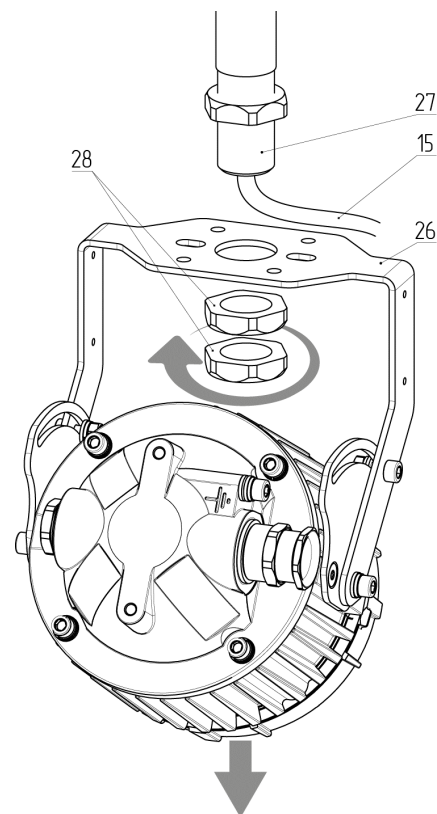

Рис. 17 – Демонтаж светильника с креплением ТМ21/22
4.1.4.5 – Для светильников с типом крепления/монтажа, представленным на рисунках 5-7 и 11-13: снять светильник вместе элементами крепления/монтажа (поворотные скобы, планки, кронштейны), предварительно отсоединив их от опорной поверхности. В случае трубного монтажа ТМ21/22 (рис. 4) снять светильник вместе с поворотной скобой 26 с трубы 27, открутив гайки 28 (см. рис. 17).